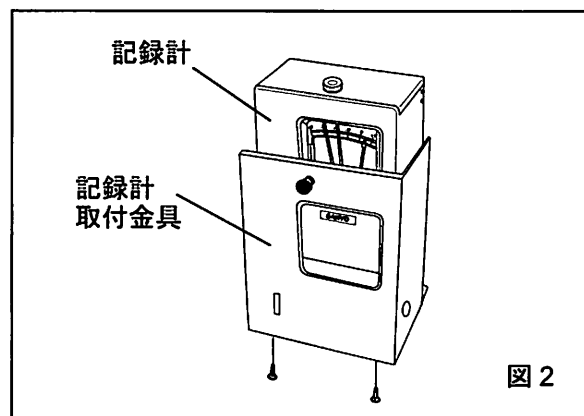

図2
2. 記録計取付金具に同梱されている取付手順書により、自記温度記録計を記録計取付金具に取付けてください。(図2参照)